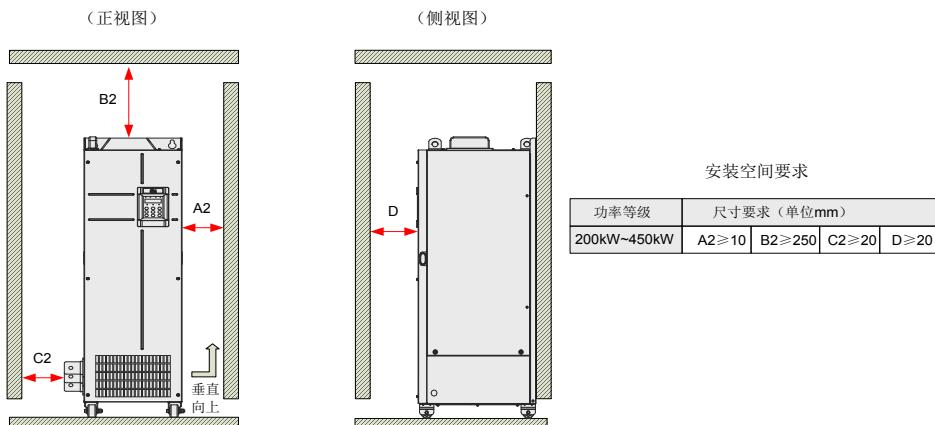
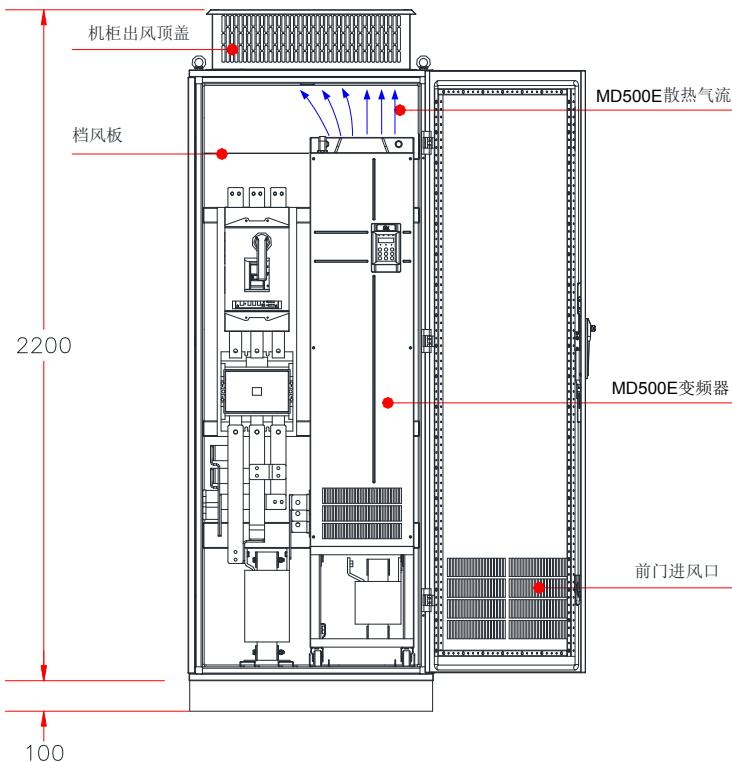
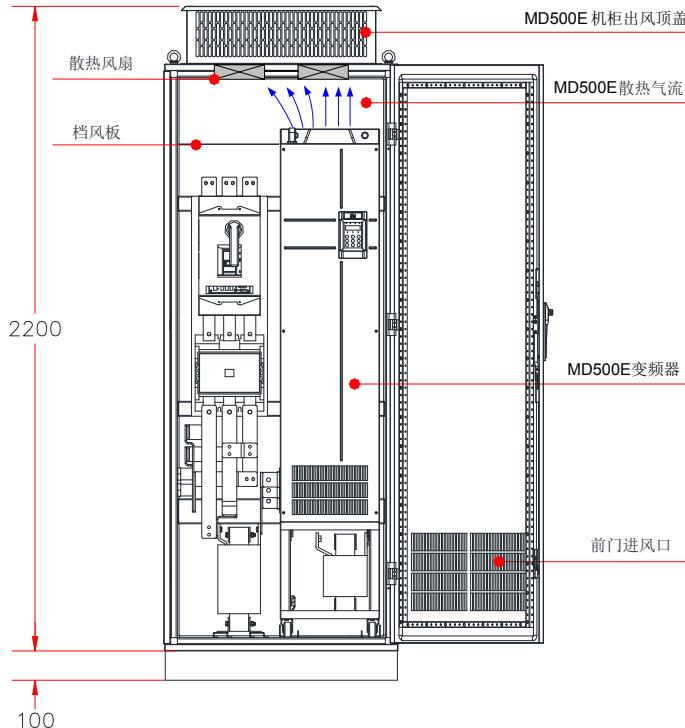

图 3-3 单台机器 [MD500ET200G(-L)~MD500ET450G(-L)] 安装空间
图 3-11 直排风机柜示意图
图 3-12 顶部风扇抽风机柜示意图 (机柜顶部带抽风风扇)
- 安装空间要求如图 3-3 所示, 需要保证变频器有足够的散热器空间, 预留空间时请考虑柜内其它器件的散热情况, 如图 3-11、图 3-12;